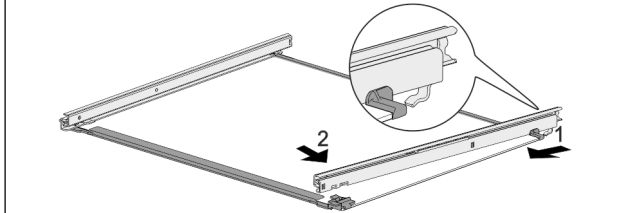

Fig. 187 带轨道的玻璃隔板
- ▶ 轨道后部钩入。 Fig. 187 (1)
- ▶ 轨道前部卡紧。 Fig. 187 (2)